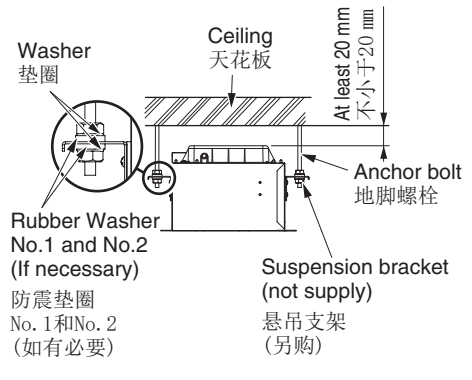

Fig.14 /图14
- ④ Insert the fixed spring of louver assembly into the groove, install the louver to the fan body. (Fig.14)
将面罩组合上的固定弹簧装入沟槽内,进而安装在机体上(图14)。